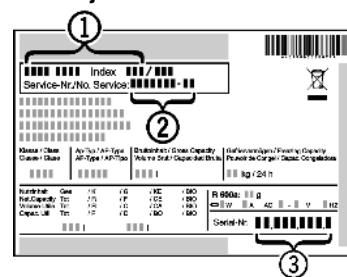

Fig. 56
- ▶ Odczytać z tabliczki znamionowej oznaczenie urządzenia Fig. 56 (1), nr serwisowy Fig. 56 (2) oraz numer seryjny Fig. 56 (3). Tabliczka znamionowa znajduje się po lewej stronie wewnątrz urządzenia.